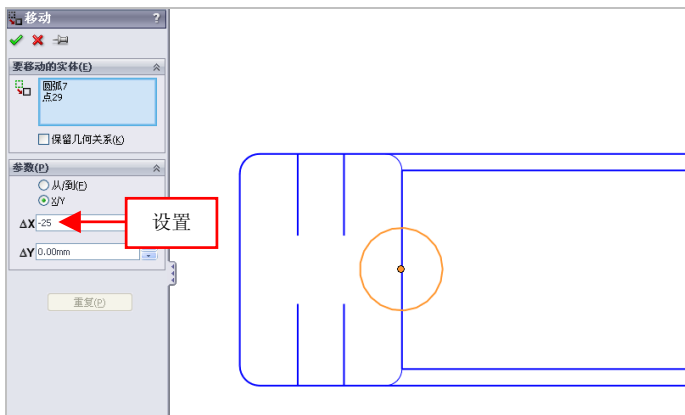

图 3-37 设置参数值
(3) 弹出【移动】属性管理器，选择小圆，捕捉圆心点，设置 X 为 -25，如图 3-37 所示。